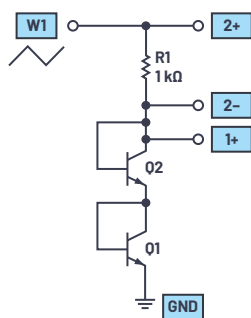
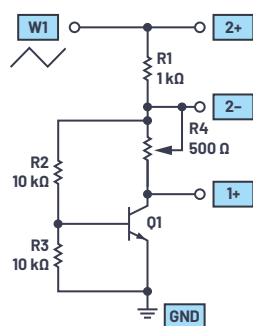
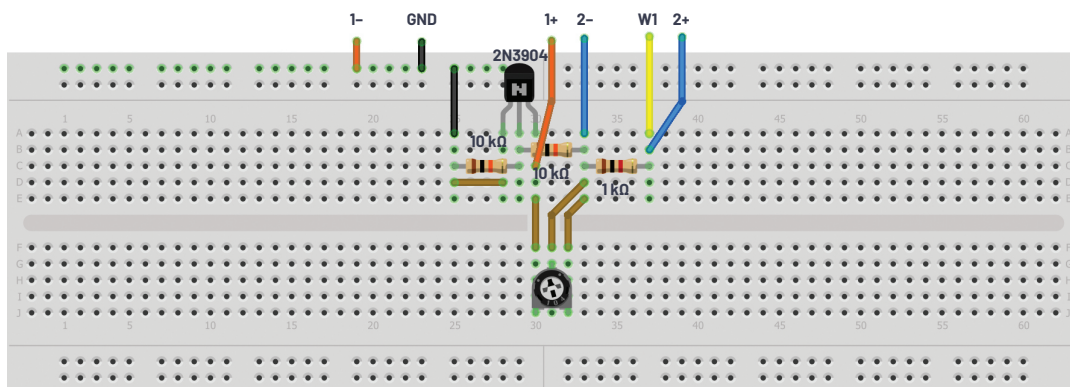

図6. V_{BE} を2倍にする回路（その1）
図9. V_{BE} を2倍にする回路 (その2)
図10. 図9の回路を実装したブレッドボード
最も簡単なのは、ダイオード接続したトランジスタを2個直列につないで使用する的方法です（図6）。
図7に、図6の回路を実装したブレッドボードを示しました。AWGの出力W1は、抵抗R1の一端と、オシロスコープのチャンネル2（2+）に接続します。トランジスタQ1のエミッタはグラウンドに、ベースとコレクタはトランジスタQ2のエミッタに接続します。Q2のベースとコレクタは、R1のもう一端と、オシロスコープのチャンネル2（2-）、チャンネル1（1+）に接続します。
2つ目の方法は、分圧器を構成する2つの抵抗を使用する方法です (図9)。これにより、トランジスタQ1の V_{BE} に V_{BE} の一部が追加される形で出力が生成されます。
図9の回路を実装したブレッドボードを図10に示しました。AWGの出力W1は、抵抗R1の一端と、オシロスコープのチャンネル2 (2+) に接続します。トランジスタQ1のエミッタはグラウンドに接続し、ベースとグラウンドの間に抵抗R3を挿入します。抵抗R2の一端は、抵抗R1のもう一端、オシロスコープのチャンネル2 (2-)、ポテンショメータR4の一端ならびにR4のワイパーに接続します。R2のもう一端は、Q1のベースに接続されています。Q1のコレクタは、R4のもう一端とオシロスコープのチャンネル1 (1+) に接続しています。
まず、可変抵抗R4の値を、最小値であるほぼ0 Ω に設定します。この条件で電圧 - 電流特性を取得し、図6の回路の特性と比較してみてください。Q1がオンになる前には、わずかな電流が10k Ω の抵抗2つに余分に流れ込みます。1mAの電流が流れている状況では、図6の回路の場合よりも電圧はやや高くなります。また、グラフの傾きは図6の回路の場合と比べて急峻ではありません。
続いて、図 9 の回路に少し変更を加えることにします。
可変抵抗R4の値を、最小値であるほぼ0Ωに設定します。この場合の電圧 - 電流特性を、図9の回路の場合と比較します。Q1がオンになり、更にQ2もオンになるまでの間、10kΩの抵抗にはわずかな電流が余分に流れ込みます。1mAの電流が流れている状態では、図9の回路の場合よりも電圧がやや低くなります。一方、グラフの傾きは図9の回路のグラフよりも急峻になり、図6の回路のグラフに近い状態になります。
- ▶ 図9の回路において、安定した1.0Vの出力を生成するには、R2とR4の値をどのように変更すればよいでしょうか。